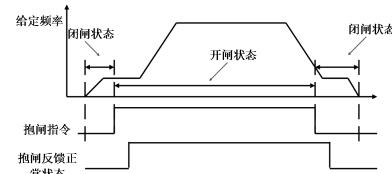

图 6-27 全程有效
- Fd15=2，表示只要变频器运行就开始检测制动器的反馈信号是否正确，详见图 6-27。
- Fd41=2，表示只要变频器运行就开始检测制动机的反馈信号是否正确，详见图 6-27。